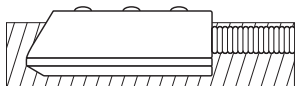

Рис. 3. Установка датчика в полу.
- Установка датчика на полу (врезать в плитку, покрытие) (см. рис. 3). Провод подводится в гофрированной трубке. Выступ датчика над линией пола (3–4 мм) позволяет исключить ложное срабатывание.